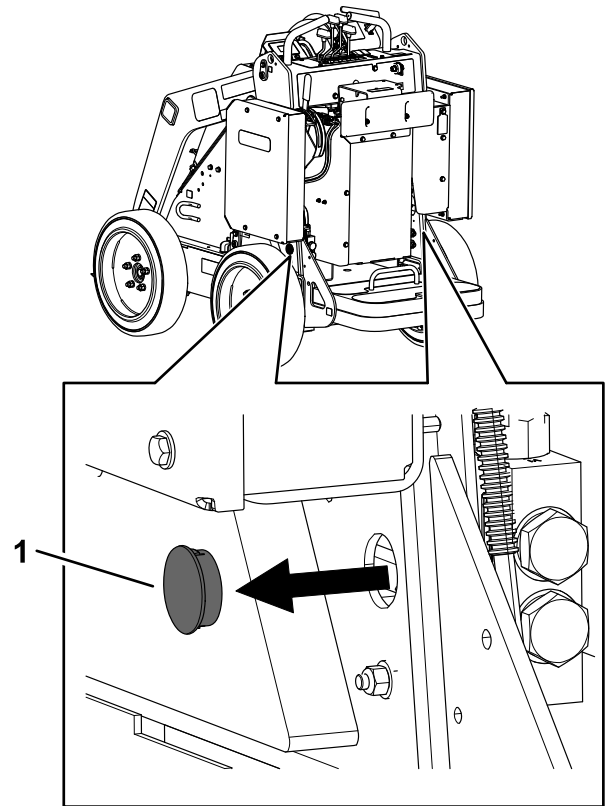

Figura 15
2. Retire el tapón que cubre cada válvula de remolcado (Figura 15).